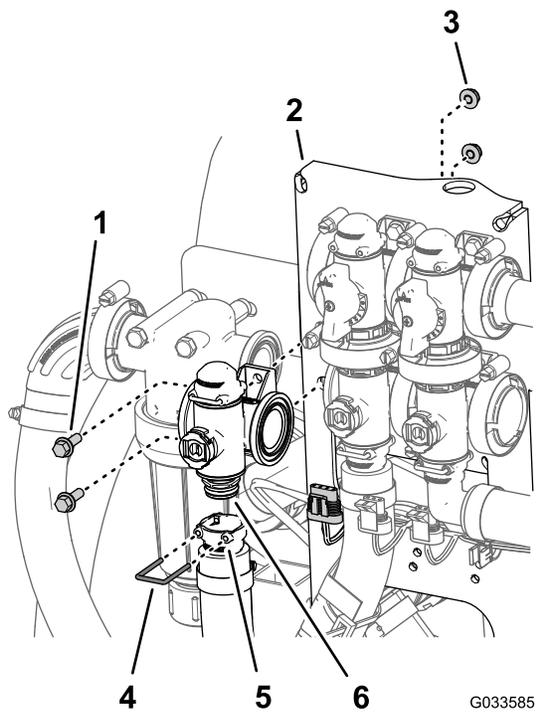

Bild 114
2. Entfernen Sie den Halter, mit dem das Auslaufanschlussstück an der Verteilerkupplung für das Dosierungsregelventil befestigt ist (Bild 114).
- Entfernen Sie die zwei Bundkopfschrauben ($\frac{1}{4}$ " x $\frac{3}{4}$ ") und zwei Sicherungsbundmuttern ($\frac{1}{4}$ "), mit denen das Dosierungsregelventil an der Ventilbefestigung befestigt ist, und entfernen Sie den Ventilverteiler von der Maschine (**Bild 114**).